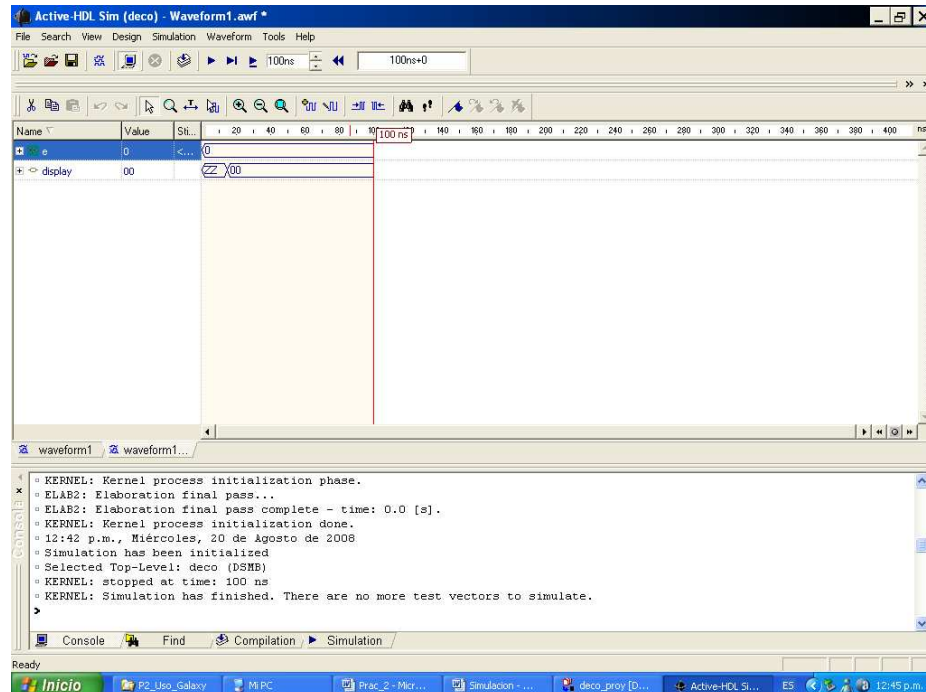

Figura 10.
13. Para observar la simulación con dicho estímulo es necesario correr dicho estímulo asignado. Esto se hace en: **Simulation → Run for**. Al hacer esto se muestran los valores de entrada y se generan los valores de la salida, como se puede ver en la figura 10. Se verifica si los valores obtenidos son los deseados.